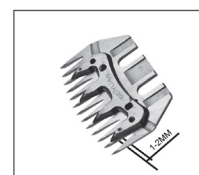

Fig.6
- Regolare la posizione delle lame e assicurarsi che ci siano 1,5-2 mm tra il coltello e la pecora nella posizione piatta (Fig. 6), in modo che il grasso o la sporcizia sugli animali non interferiscano con il movimento delle lame.